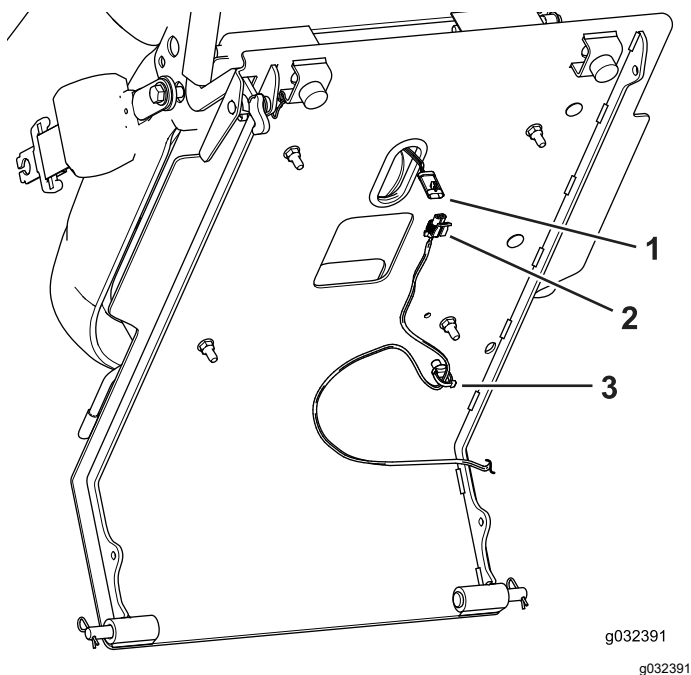

Figura 5
2. Desconecte el interruptor del asiento, en la parte inferior de la chapa del asiento, del arnés de cables (Figura 5).
3. Retire el clip con brida de la parte inferior de la chapa del asiento Figura 5.